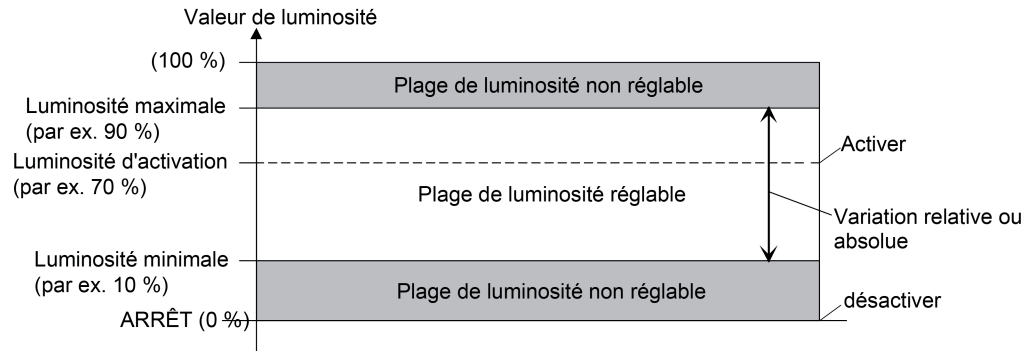

Figure 14: Exemple d'une plage de luminosité avec luminosité minimale
- Définition de la limite de luminosité inférieure avec luminosité minimale (figure 14) :
- i** Dans le mode de fonctionnement « Commande de vitesse » pour la variante d'appareil « à 1 poste » (identique à la description des valeurs de luminosité pour une commande de l'éclairage dans ce chapitre), la vitesse minimale peut être configurée dans l'ETS (figure 14). La configuration alternative d'une vitesse de base n'est pas prévue dans ce cas pour des raisons techniques. La vitesse maximale n'est pas non plus réglable via un paramètre. Elle est définie de manière fixe à 100 %. La vitesse d'activation est présélectionnée à la vitesse maximale (100 %) et ne peut être modifiée.